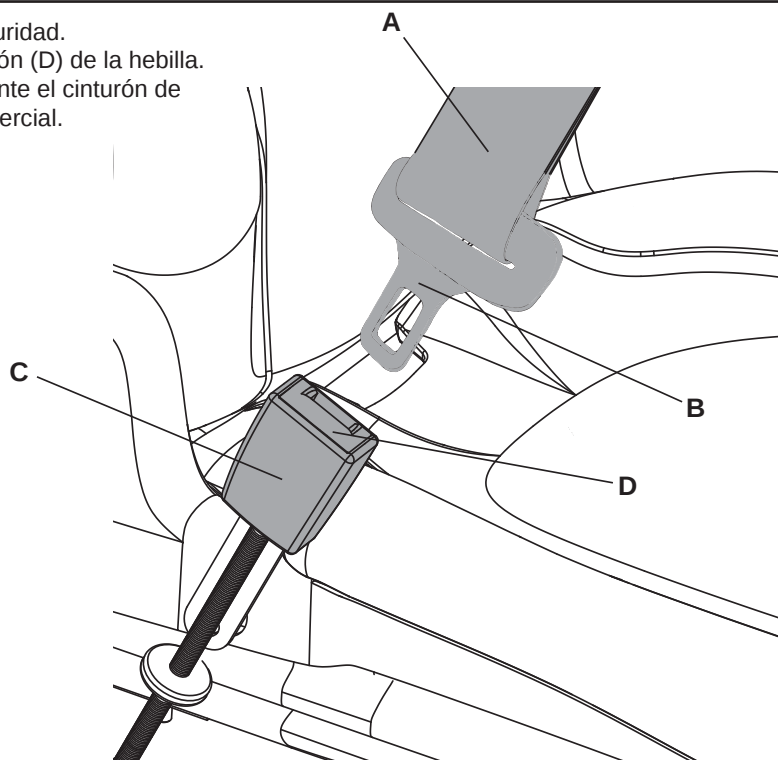

Figura. 11
2. Tire con suavidad del cinturón de seguridad (figura 11, punto A) y de la lengüeta (B) desde el carrete inercial por encima de las caderas hacia la hebilla (C).